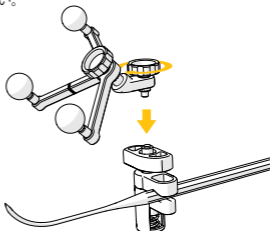

図7：エルボーをクランプに取り付ける
4. 刻み付きスクリューを時計回りに回転させ、エルボーをクランプにしっかりと取り付けます。図7を参照してください。